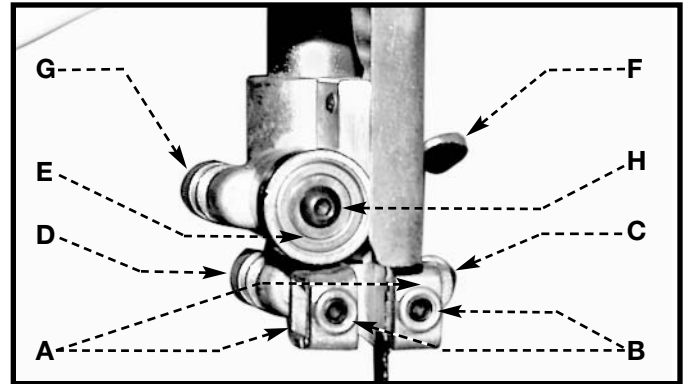

Fig. 35
3. Ajuste las guías (A) Fig. 35 de modo que el borde delantero de las guías sea justo detrás de los gullets. de los dientes de la sierra. El soporte completo del bloque de guía se puede mover adentro o hacia fuera aflojando el tornillo de pulgar (C) y dando vuelta a la fig. con estrías 35 de la perilla (D). Cuando las guías (A) se fijan correctamente, apriete el tornillo de pulgar (C).
5. Asimiento de dos tornillos de presión (B) Fig. 35 la lámina del alto dirige (A) en lugar. Afloje los tornillos de presión (B) para mover las guías (A). Coloquelas tan cerca como sea posible al lado de la lámina. (tenga cuidado de no pellizcar la lámina). Apriete los tornillos (B).
6. Superior del cojinete de la ayuda de la lámina (E) Fig.35 previene daño al sistema en los dientes de la sierra guardando la lámina de ser empujado demasiado lejos hacia atrás. El cojinete de la ayuda (E) se debe fijar el 1/64" detrás de la lámina aflojando el tornillo de pulgar (F) y dando vuelta al (G) con estrías de la perilla para mover el cojinete de la ayuda (E) adentro o hacia fuera.
7. Ajuste el cojinete de la ayuda de la lámina (E) de modo que el borde trasero de la lámina traslape el diámetro exterior del rodamiento de bolitas por el cerca de 1/16". El cojinete (E) se fija en un excéntrico. Para cambiar la posición, quite el tornillo (H) y fig. 35 del cojinete (E). Afloje el tornillo de pulgar (F), retírese la perilla con estrías del tornillo de presión. Quite el eje de la tuerca hexagonal del agujero, y rótelo para mover al excéntrico para el cojinete.
8. Cuando la guía de la lámina usa a un punto que no puede ser ajustada cerca de la lámina, afloje del tornillo (b) Fig. 35 y invierta de las guías de la lámina (a) Fig. 35.